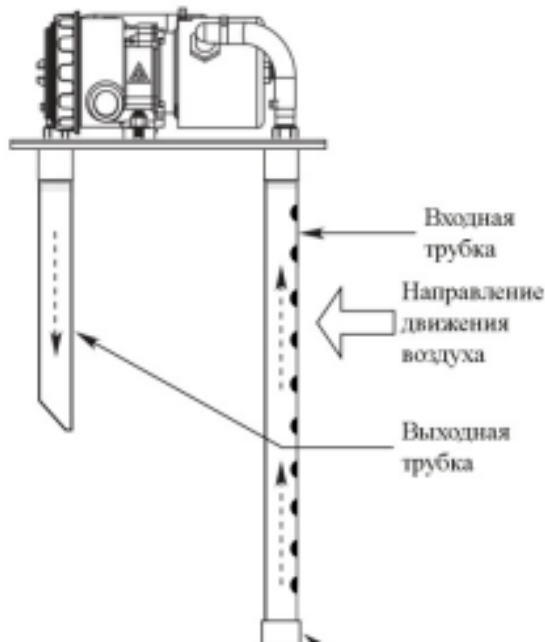

Рис.11 Направление движения воздуха
- Прикрутить выходную трубку к монтажной пластине так, чтобы срезанный конец трубки был направлен по потоку воздуха (см. рис. 11). Зафиксировать трубку специальным клеем после окончательной регулировки.